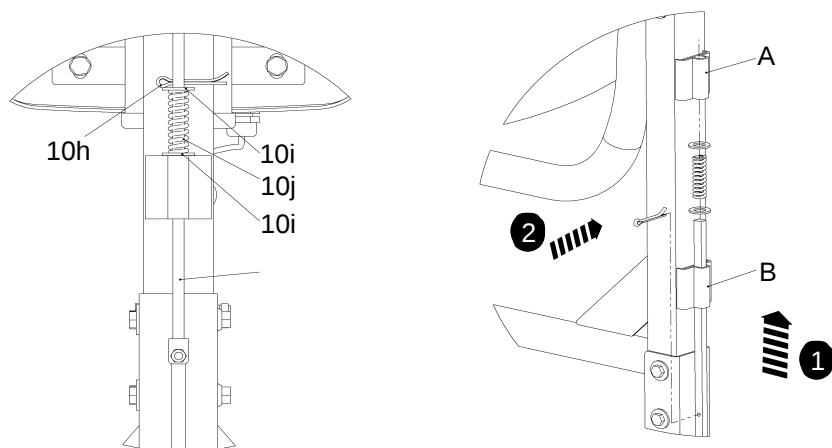

Fig. 9
3. Existem dois tubos de posição (A e B) soldados na perna de suporte. Primeiro, insira a haste de ligação através do tubo de posição A, e depois coloque uma junta plana (10i), uma mola (10j) e outra junta plana (10i) na haste de ligação (10).
4. Há um buraco na biela (10), e é muito fácil notar que ele está próximo da mola (10j). Em seguida, coloque o pino de fenda (10j) acima da junta que está no topo da mola (10j) e, em seguida, insira o pino de fenda (10j) nesse buraco. (Fig. 9) .